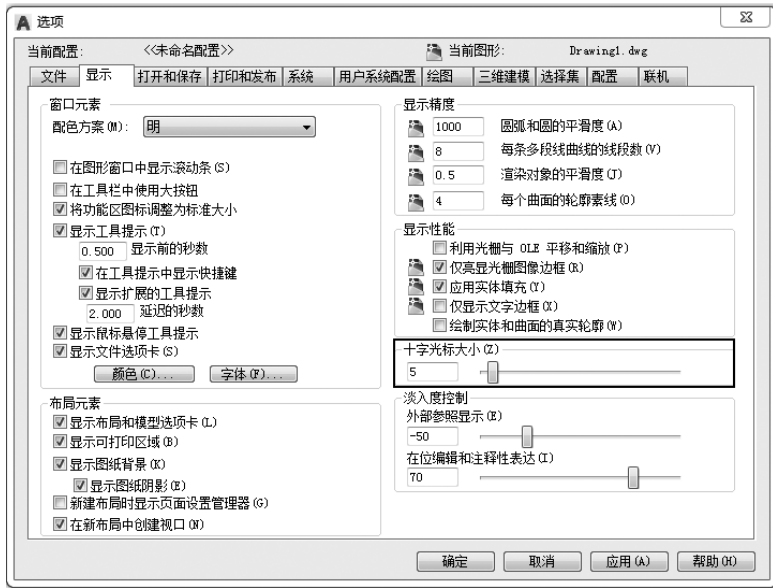

图 1-8 “选项”对话框
1) 在命令窗口或绘图区右击, 在弹出的快捷菜单中选择“选项”命令, 屏幕将弹出“选项”对话框, 如图 1-8 所示。
在命令窗口右击，在弹出的快捷菜单中选择“选项”命令，打开“选项”对话框（图 1-8）。